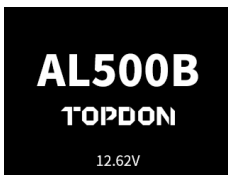

Figura 3.1.6
5. Cuando la herramienta de escaneo esté correctamente conectada al DLC, las unidades comenzarán a inicializarse y te presentarán la interfaz del menú principal. (Ver la Figura 3.1.6)